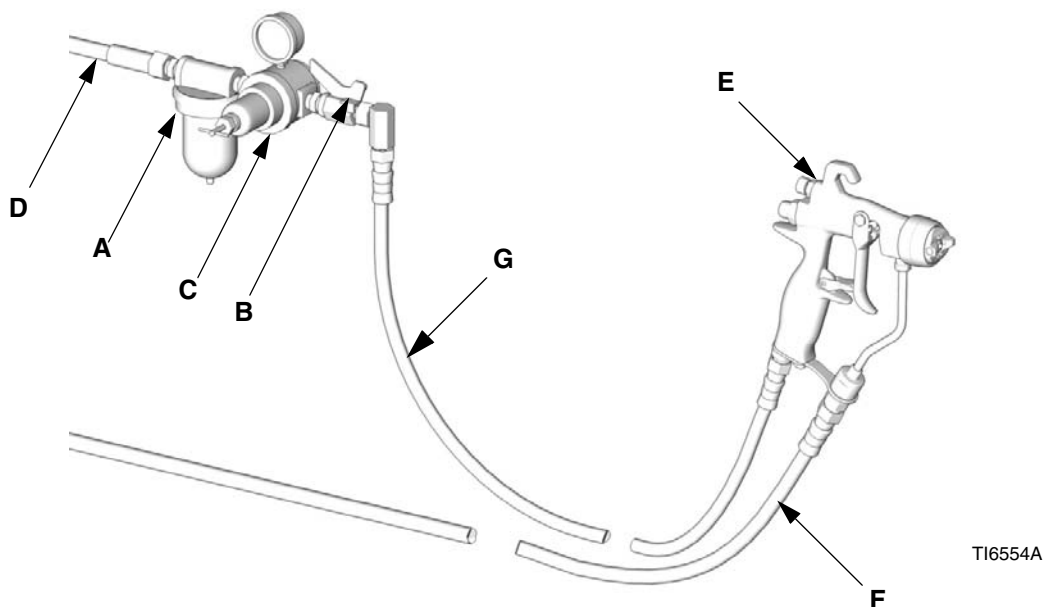

FIGURA 1: Installazione tipica (Modello G15 in figura)
NOTA: Lo schema indicato in FIGURA 1 per l'installazione tipica è solo una guida per la selezione e l'installazione di sistemi di spruzzatura con supporto pneumatico. Per assistenza nella progettazione di un sistema adatto alle proprie necessità, contattare il rappresentante della Graco.
1. installare un filtro aria (A) sulla linea di alimentazione aria della pistola per garantire un'alimentazione di aria secca e pulita alla pistola. Sporczia e umidità possono rovinare l'aspetto del lavoro finito. Vedere la FIGURA 1.
2. Installare un regolatore di pressione aria (C) sulla linea di alimentazione aria della pistola per regolare la pressione dell'aria alla pistola.
3. Installare una valvola di arresto dell'aria (B) sulla linea aria della pistola e sulla linea aria della pompa per arrestare l'aria in arrivo alla pistola.